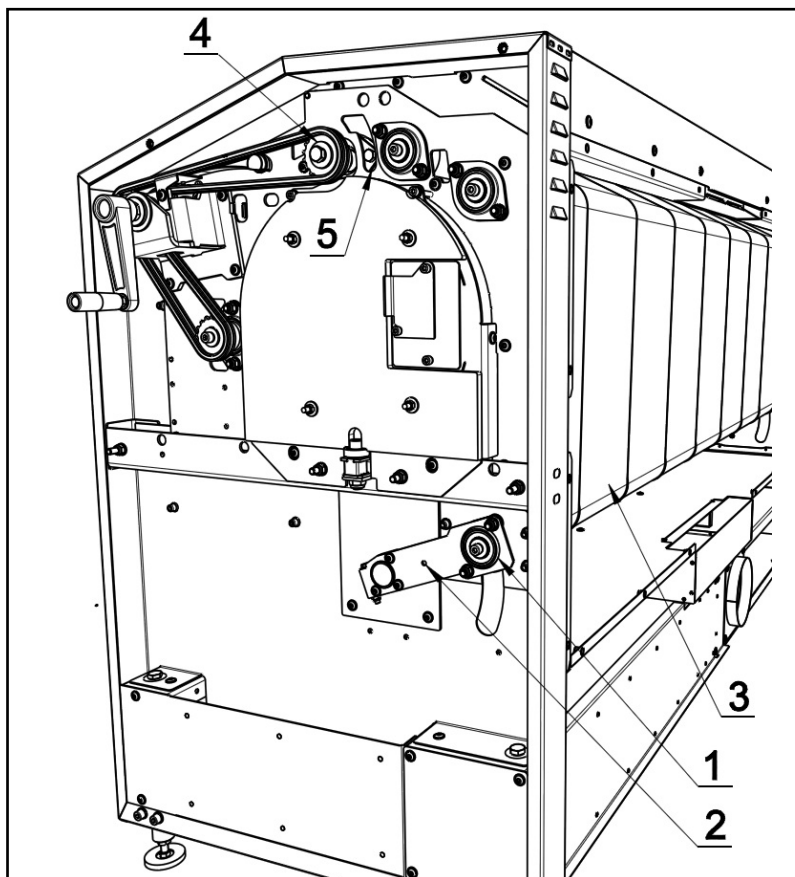
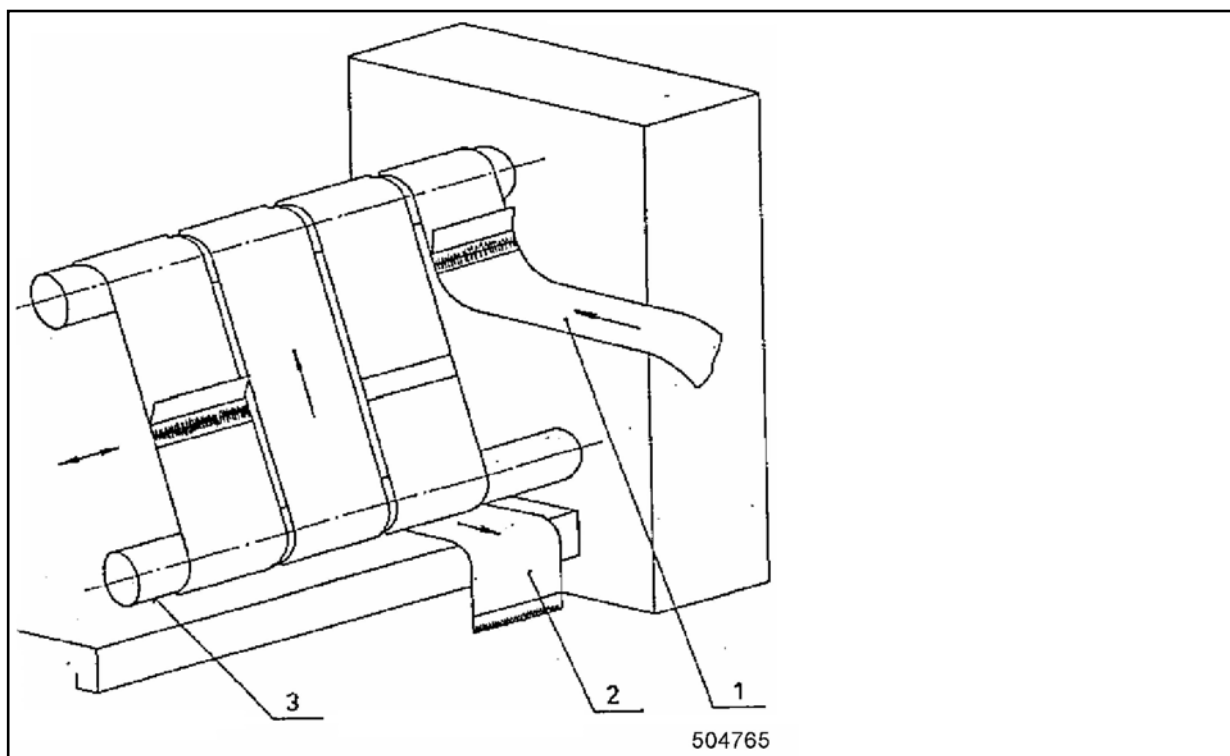
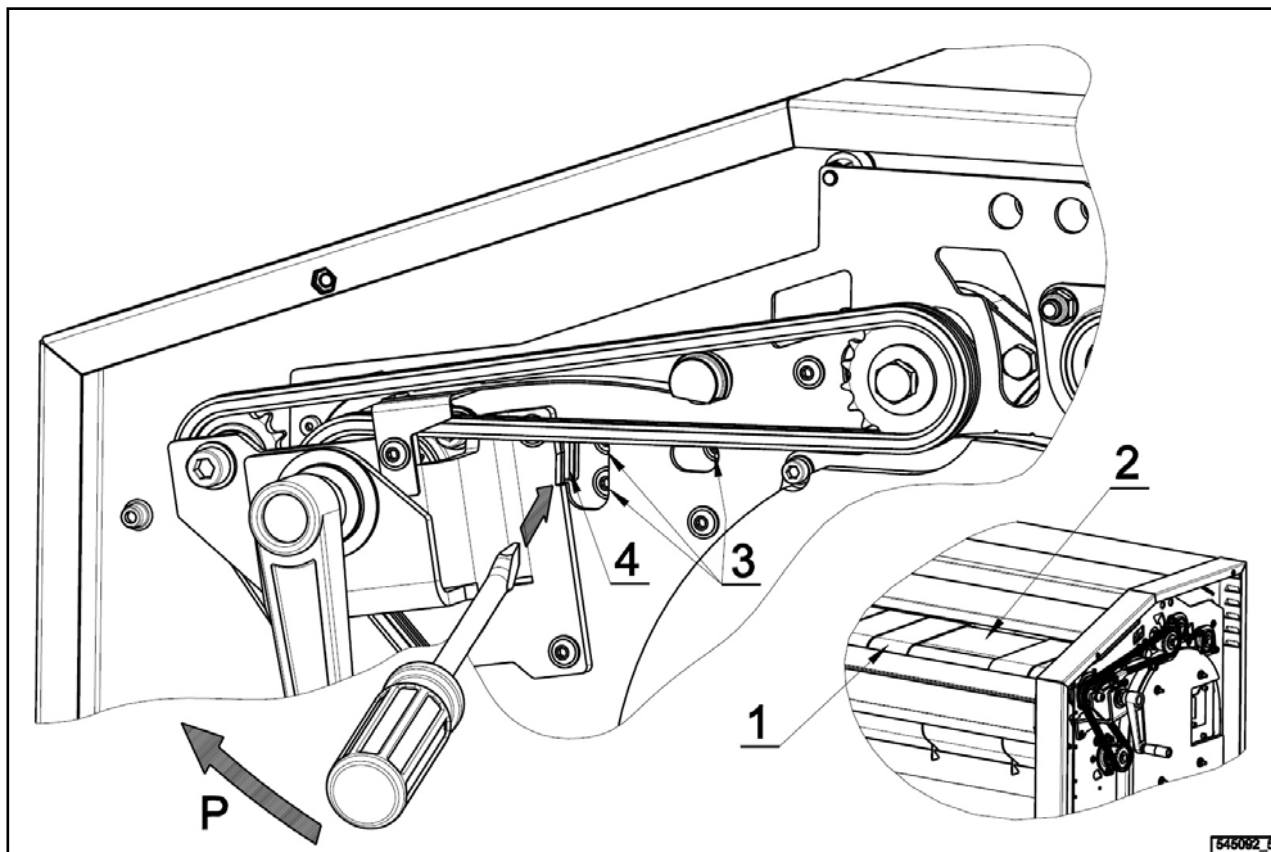
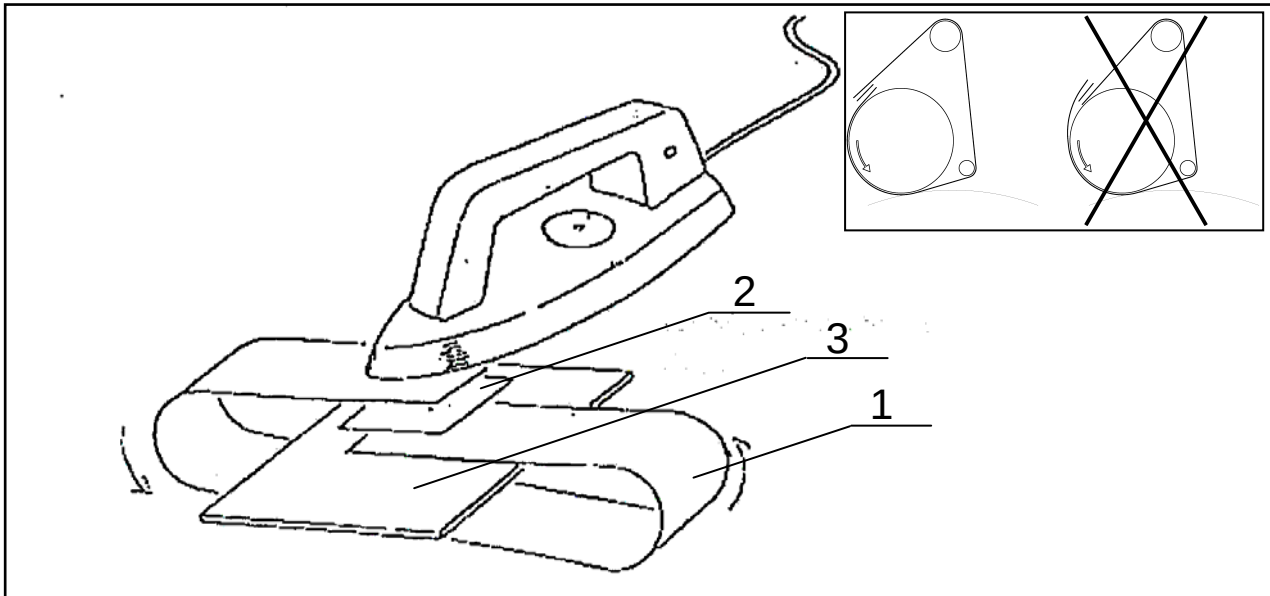

figura 6.3.4.
figura 6.4.2.
figura 6.5.1.
figura 6.6.
- Figura 6.3.4. – Sistema de cilindros de la unidad de planchado.
- Levantar y fijar el cilindro inferior de tendido (1) en la posición superior tecnológica por medio de tornillos M6x20 (2) o más largos.
- Ir desconectando desde el lado trasero todos los cintos de planchado (3) dejándolos puestos libremente en la máquina.
- Levantar un poco el cilindro superior de presión adicional (4) calzando los rodamientos del cilindro de presión adicional (5).
- Los cintos de planchado se tienen automáticamente por gravedad por el cilindro de tendido (1) – figura 6.3.4., y no requieren ningún mantenimiento.
- El procedimiento del cambio de los cintos de planchado se nota en la figura 6.4.2.:
- Figura 6.4.2. – Cambio de cintos de planchado
- Poner la manivela (capítulo 5.6.) a la posición de trabajo y por medio de la manivela girar el cinto de planchado (2) para que las grapas que unen los extremos de los cintos estén accesibles.
- Levantar y fijar el cilindro inferior de tendido (3) en la posición tecnológica superior por medio de tornillos M6x20 o más largos – véase figura 6.3.4.
- Aflojar el cinto viejo (2) y fijar el nuevo cinto (1) por las grapas con el cinto viejo.
- Aflojar el cinto viejo (2), fijar con las grapas el nuevo cinto (1).
- Desbloquear el cilindro de tendido (3) de la posición superior tecnológica, con el procedimiento inverso hacer el montaje de todos los componentes desmontados.
- Los cintos de alimentación de la mesa de entrada (1) – figura 6.5.1. sirven de transportador que transporta la ropa planchada a la unidad de planchado de la máquina.
- Los cintos de alimentación (1) tienen que estar tendidos correctamente y se tienen con el destornillador llano después del desmontaje de las dos cubiertas laterales – figura 6.5.1.
- Figura 6.5.1. – Cintos de alimentación de la mesa de entrada – acabado del tendido.
- Los cintos de alimentación (1) se acaban de tender con el micro movimiento de la mesa de entrada (2) y tienen que estar tendidos por la mínima pretensión posible para evitar su paro durante la introducción de la ropa.
- El tendido se hace después del aflojamiento de los tornillos (3) introduciendo un destornillador llano en el orificio (4) y con un empuje moderado de la mesa (2) en el sentido P, de modo parejo en los dos lados.
- Los tornillos (3) se aprietan y se hace el control del tendido.
- El estado de las cintas se controla 1x semana. Las cintas que faltan se tienen que sustituir. Las nuevas cintas se pueden acoplar por emergencia por un nudo, pero debido a la marca de los nudos en el revestimiento del cilindro superior de presión adicional, el fabricante recomienda usar la tecnología original del acoplamiento por pegado – véase figura 6.6.
- Figura 6.6. – Cintas del cilindro superior de presión adicional – pegado.
- La cinta (1) se acopla por la cinta adhesiva por calor (2). El solapado de los extremos de la cinta es de unos 15 mm.
- El solapado – acoplamiento pegado se realiza en la superficie del cilindro superior de presión adicional, introduciendo entre el revestimiento del cilindro y el acoplamiento pegado una plaquita de calzo (3) de la chapa de aluminio.
- (2) – cinta adhesiva de las cintas > FILM FIT ADHESIVE \(code: 549369\).
- El cilindro superior de presión adicional (4) – figura 6.3.4. asegura la entrada de la ropa en la calandra, el apriete de la ropa con una presión alta contra la superficie del cilindro de planchado. Permite la evaporación de la gran parte del agua contenida en la ropa y frena (tiende) la ropa planchada arrastrada por los cintos de planchado.